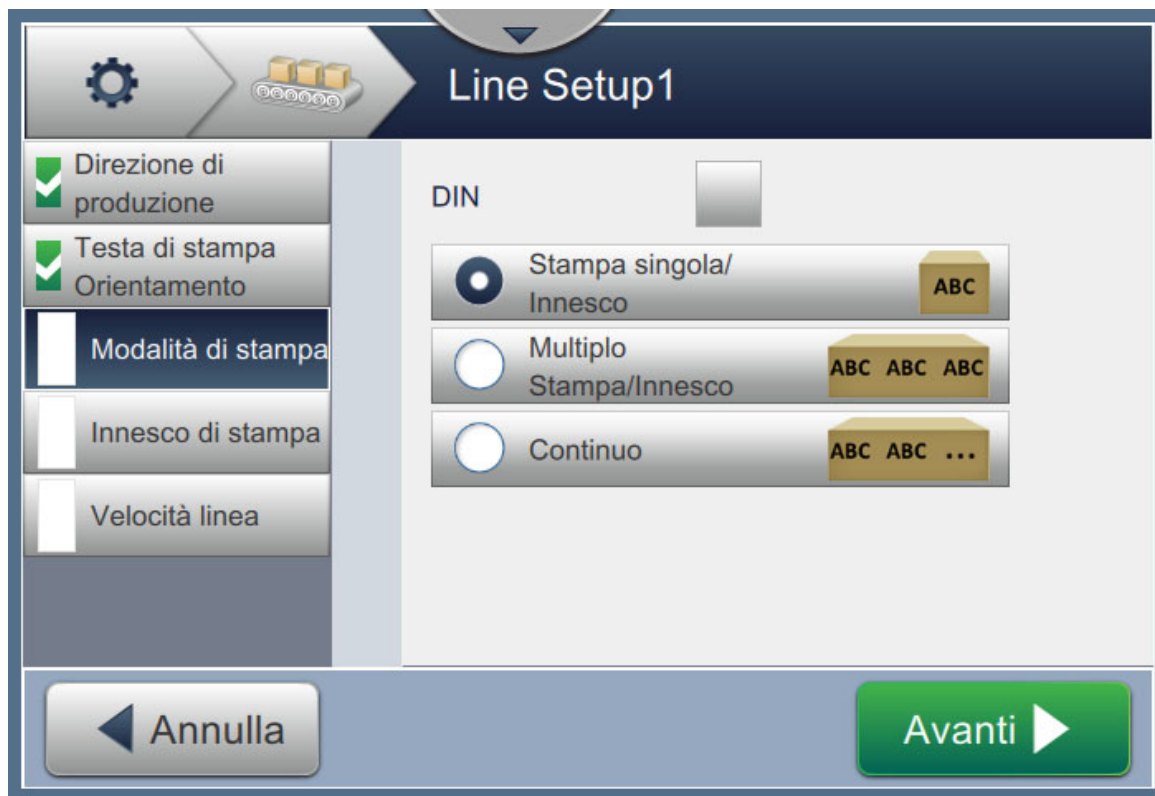

Figura 6-29: Configurazione linea - Modalità di stampa
1. Toccare l'opzione *Modalità di stampa* nella schermata Impostazioni configurazione linea, come da Figura 6-29.
1. Selezionare l'opzione di stampa *Multiplo Stampa/Innesco* come da Figura 6-29. Toccare il pulsante  .
1. Selezionare l'opzione di stampa *Continuo* come da Figura 6-29. Toccare il pulsante  .